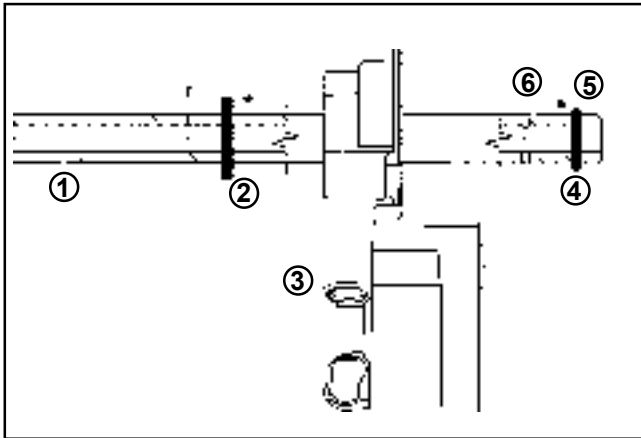

Figure 10-6. Éléments assemblés de l'arbre à cames côté admission.
2. Si elle a été retirée, installer et centrer la longue goupille d'un diamètre de **3 mm** dans le trou **supérieur** (voir la Figure 10-6).